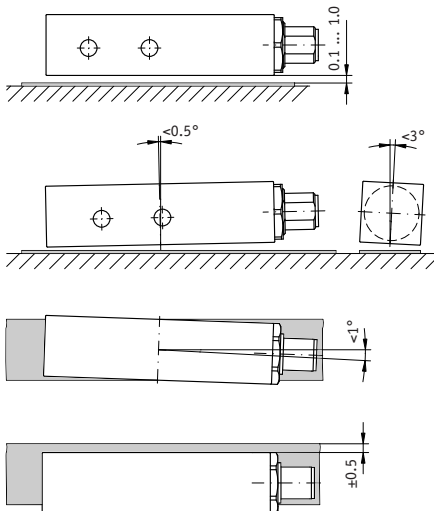

Abb. 7: Montagetoleranzen
**Achtung!** Beachten Sie bei der Montage des Sensors oder des Magnetbandes die richtige Ausrichtung beider Systemkomponenten zueinander sowie die Einhaltung der Montagetoleranzen (siehe auch Abb. 7).
Die Lage des Sensors zum Magnetband ist genau definiert. Bei der Montage ist insbesondere zu beachten, dass über die gesamte Messstrecke zwischen Band und Sensor ein Luftspalt eingehalten wird, unabhängig ob das Band oder der Sensor bewegt werden (Abb. 7).
Innerhalb der angegebenen Lageabweichung Abb. 7 ist der Messfehler vernachlässigbar.